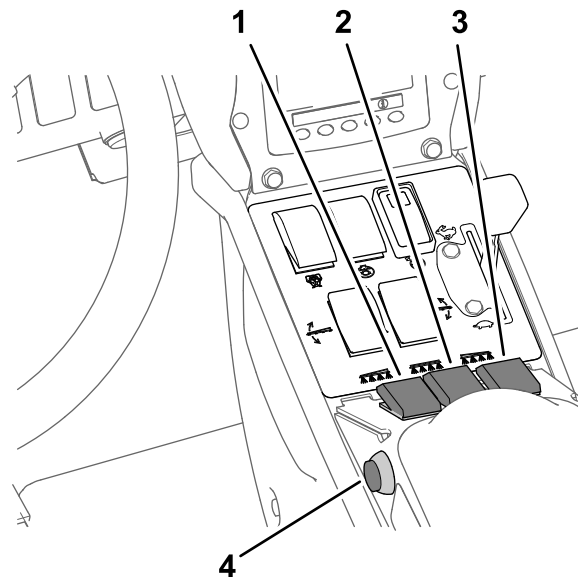

Figura 47
2. Premete il pulsante 2 per andare alla fase successiva (Figura 47).
1. Impostate l'interruttore principale delle sezioni in posizione di ACCENSIONE (ON) (Figura 47).
3. Impostate l'interruttore principale delle sezioni in posizione di SPEGNIMENTO (OFF) (Figura 47).